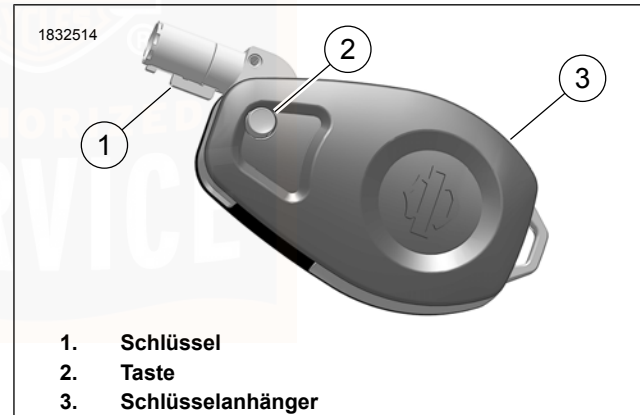

Abbildung 23. Schlüsselbetrieb
Schlüssel ausklappen: Siehe Abbildung 23 . Den Knopf (2) drücken, um den Schlüssel auszuklappen.
1. Siehe Abbildung 23. Die Taste (2) drücken, um den Schlüssel (1) auszuklappen.